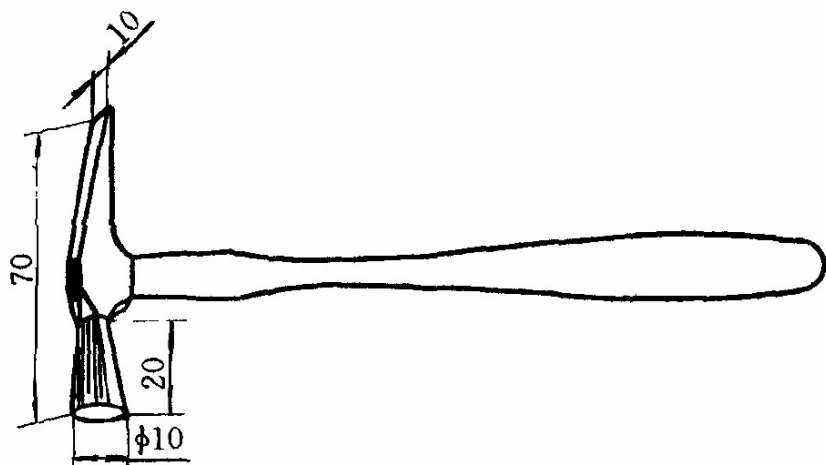

图 1-12 榔头
10. 榔头 修理手表用的榔头是比较小巧的，其头部长度一般为 70mm，宽度为 10mm，如图 1-12 所示。